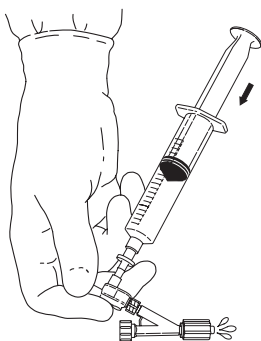

Fig. 3
5. Placer le pouce sur l'orifice d'injection afin d'évacuer l'air restant. Enfoncer lentement la seringue pour évacuer les bulles d'air restantes de la double valve anti-retour et de l'adaptateur Tuohy-Borst. (Fig. 3)